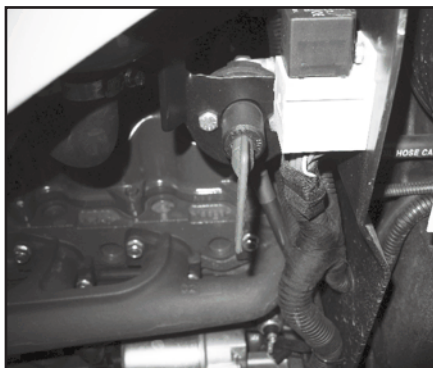

Abb. 5.16.2
- Beim Drehen entgegen dem Uhrzeigersinn um 1/4 Drehung erhält man die Stellung "OFF": Elektrische Anlage wird nicht gespeist (Abb. 5.16.2);